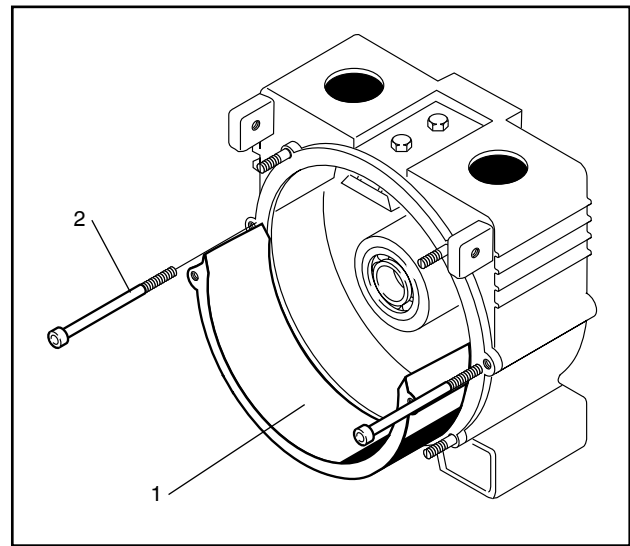

Fig. 15 1 Controsupporto
2. Svitare le due viti del controsupporto (art. n.1020, Fig. 8) e sollevare il contro-supporto del corpo pompa (Fig. 15).